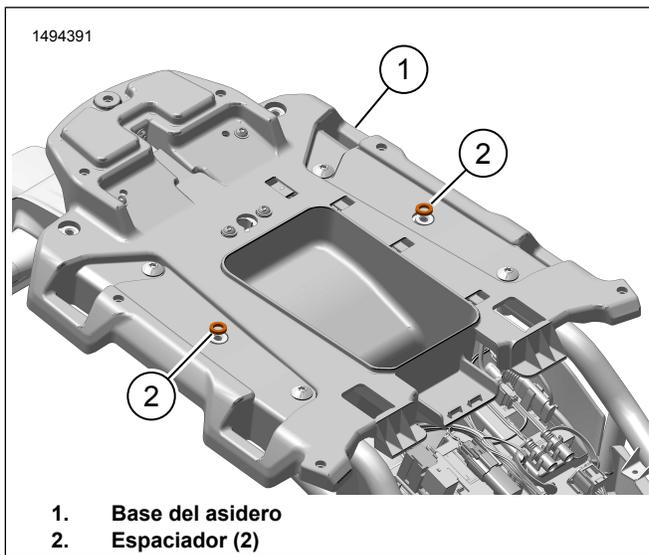

Figura 7. Espaciadores
6. Vea la Figura 7. Instale los espaciadores (2) en la base del asidero (1).